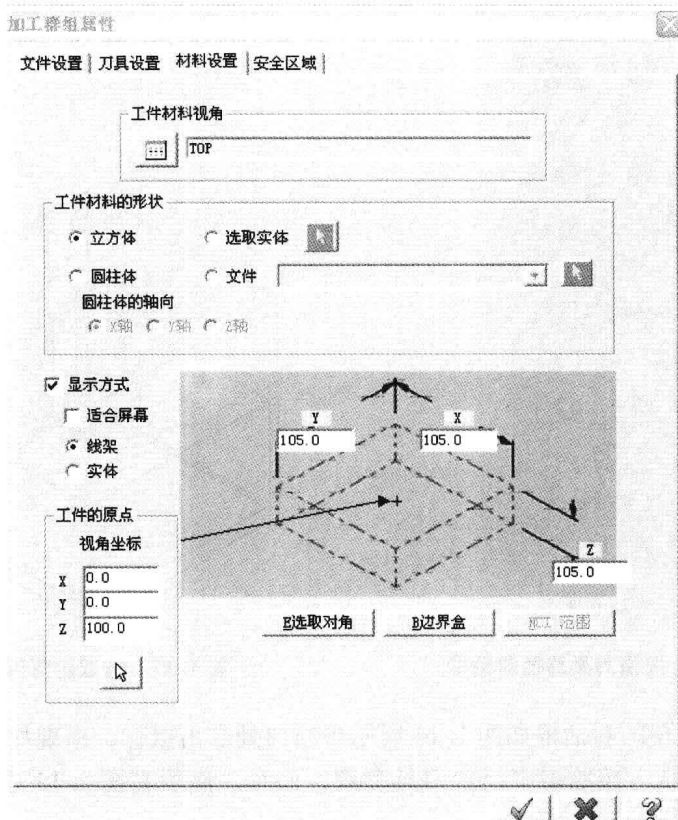

图 1.10 材料设置
(3) 依次设置刀具设置（可以缺省）、材料设置、安全区域（可以缺省）等项。材料设置为 $105 \times 105 \times 105$ mm。如图 1.10, 1.11 所示。